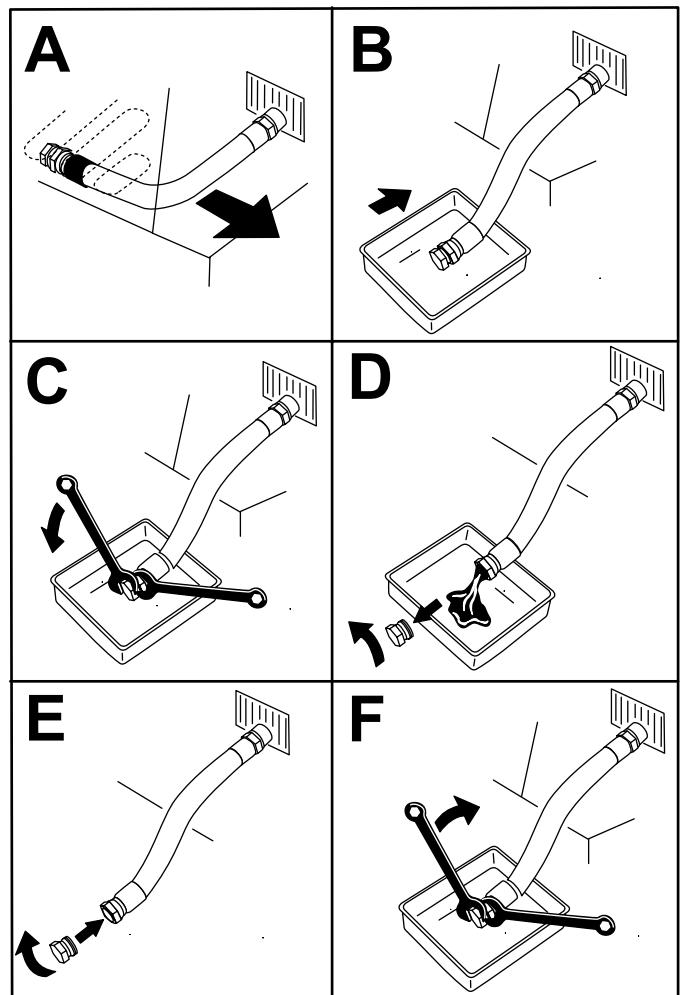

Figure 35
3. Vidangez l'huile moteur (Figure 35).